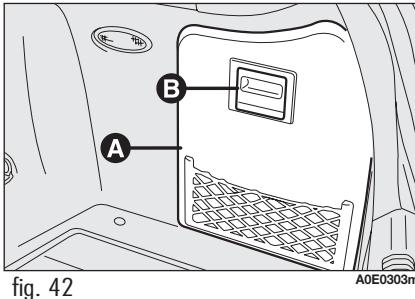

fig. 42
- abra la tapa lateral derecha (donde esté prevista) **A-fig. 42** interviniendo en la manilla **B**;